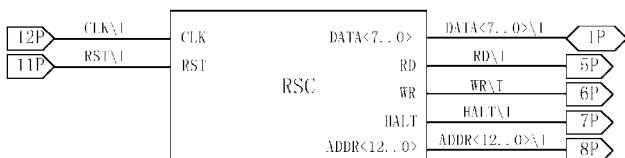

图 1 用于综合的 RISC-CPU 模块(RSC-CHIP)
(1) 第一阶段:对构成的 RISC-CPU 模型的各个子模块, 如状态控制模块(包括 machine 模块, machinectl 模块)、指令寄存器模块(register 模块)、算术逻辑运算单元模块(ALU 模块)等,将它们分别加以综合以便检查其可综合性。综合后及时进行仿真,这样便于及时发现问题并修改。
(2) 第二阶段:把要综合的模块从仿真测试信号模块和虚拟外围电路模型(如 ROM、RAM 等模块)中分离出来,组成一个独立的模块,其中包括所有需要综合的模块并定义一个模块名。例如定义为 RSC-CHIP 模块。如果用电路图描述,还需要给它的引脚加上标注标记,如图 1 所示。